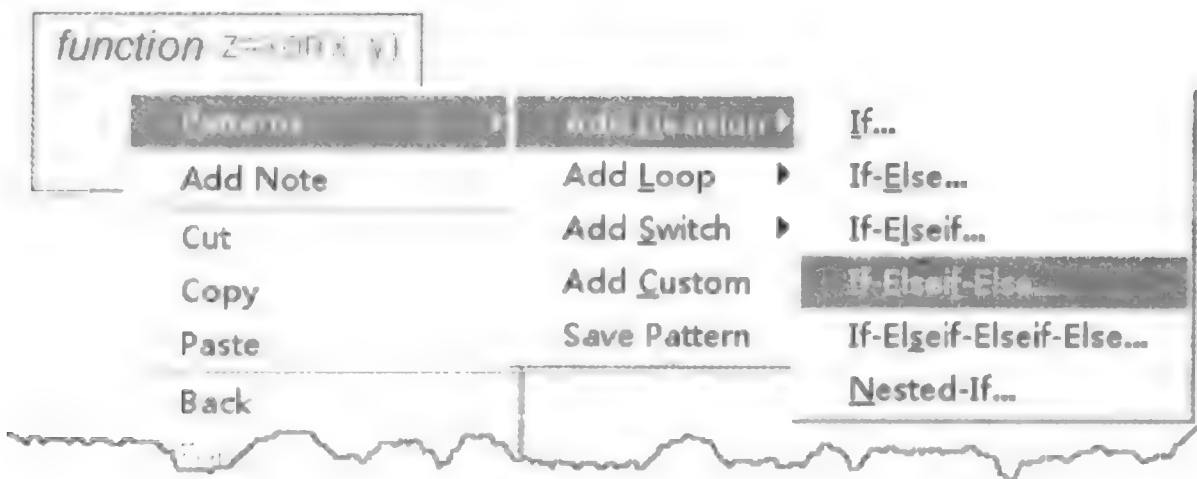

图 3.6.6 选择逻辑图样模板
(3) 用户可以在图形函数内部用图形对象完成所需的函数逻辑。在本例中使用 Stateflow 提供的 if-elseif-else ... 模板完成函数,使问题更加简单。右击图形函数,选择 Pattern→Add Decision→If-Elseif-Else... 命令,如图 3.6.6 所示。